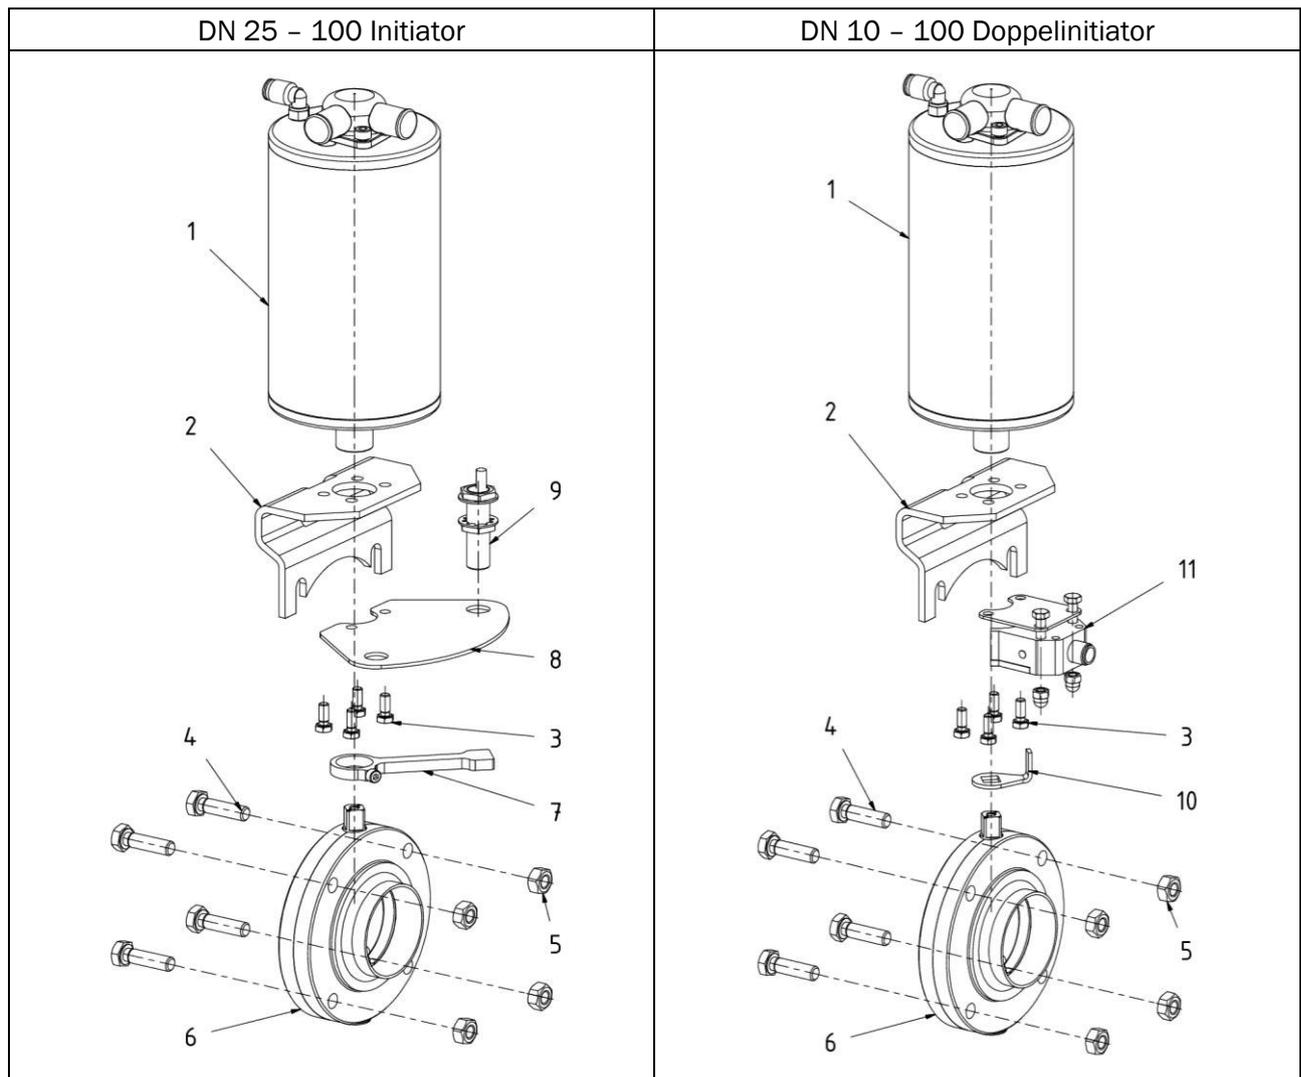

Abb. 6.8: Komponentenaufbau des pneumatischen Antriebs mit Rückmeldung
Ist eine Rückmeldung vorgesehen, bringen Sie diese vor dem Zusammenbau des pneumatischen Antriebs (Abb. 6.8, Pos. 1) mit dem Scheibenventil unterhalb der Haltekonsole (Abb. 6.8, Pos. 2) an.
- Befestigen Sie den Halter (Abb. 6.8, Pos. 8) zusammen mit der Haltekonsole (Abb. 6.8, Pos. 2) am pneumatischen Antrieb (Abb. 6.8, Pos. 1) mittels der Sechskantschrauben (Abb. 6.8, Pos. 3).
- Klemmen Sie die Schaltfahne (Abb. 6.8, Pos. 7) an die Antriebswelle des Antriebs fest.
**HINWEIS:** Achten Sie darauf, dass das Ende der Schaltfahne (Abb. 6.8, Pos. 7) in der Stellung ‚Geöffnet‘ oder ‚Geschlossen‘ genau unter dem Näherungsinitiator steht, der wiederum in der Bohrung des Halters (Abb. 6.8, Pos. 8) senkrecht zum Zylinder des pneumatischen Antriebs (Abb. 6.8, Pos. 1) eingebaut wurde.